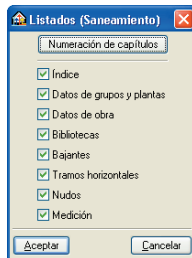

Fig. 6.1
- Pulse en el menú **Archivo>Imprimir>Listados de la obra** (Fig. 6.1) y acepte los capítulos que se van a mostrar en ventana. Se genera un listado de cálculos y mediciones que es posible exportar a WORD pulsando en el icono  **Exportar**.